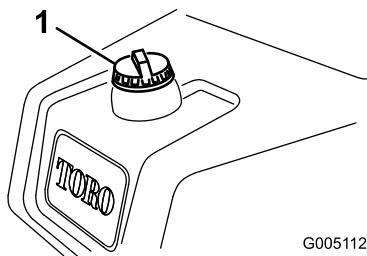

Figura 28
1. Pulite attorno al tappo del serbatoio del carburante e rimuovetelo (Figura 28).